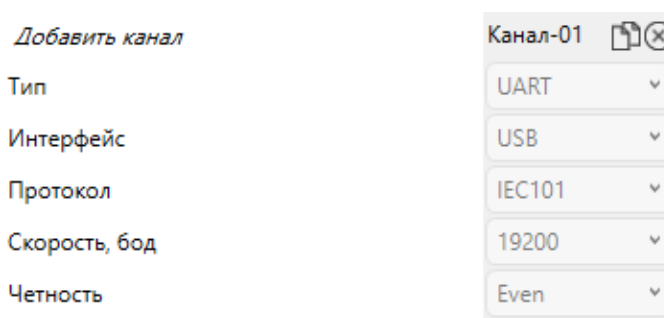

Рисунок 4.22. Канал для конфигурирования по USB
- Обмен между конфигуратором и УСД осуществляется по протоколу МЭК-101, поэтому обязательно должен быть канал, настроенный на данный протокол (см. рис. 4.22).